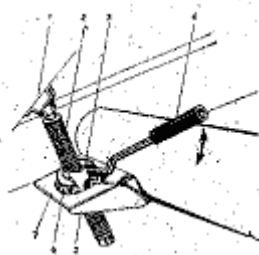

Рис. 16. Механизм подъема загрузчика:
7.3.1. Положение загрузочного транспортера устанавливается с помощью механизма (рис. 16), состоящего из винтовой пары (винт 2 и гайка 6), сидящей в опоре 5. На наружной поверхности гайки 5 имеются зубья. На рукоятке 4 шарнирно закреплена собачка 3. Собачка перебрасывается относительно рукоятки влево или вправо, в зависимости от того, нужно ли опустить или подтянуть транспортер.
При затруднительном провороте гайки винта подъема загрузчика необходимо отпустить болты крепления накладки 7 (рис. 16).